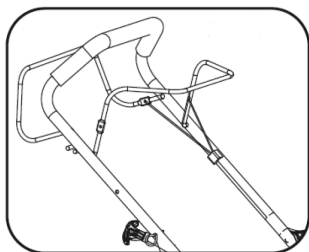

Рис. 14
2. Вытяните и закрепите ручку стартера в специальном креплении на правой стороне рукоятки управления (Рис. 14).
5. После запуска двигателя установите ручку стартера в крепление на рукоятке управления (Рис. 14).